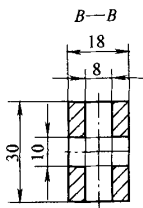

图 4
(2) 夹紧装置 夹紧装置有 V 形压板 (用两个 M10 联接螺栓与 V 形块连为一体) 压紧螺栓、螺母等。V 形块上开有 B—B (如图4) 十字通槽, 便于锁压件在槽内同时移动, 寻找零件的最佳压紧点。在压板体的顶端开有 15H7 中心导向槽, 用来安装钻模板, 在垂直方向钻孔。